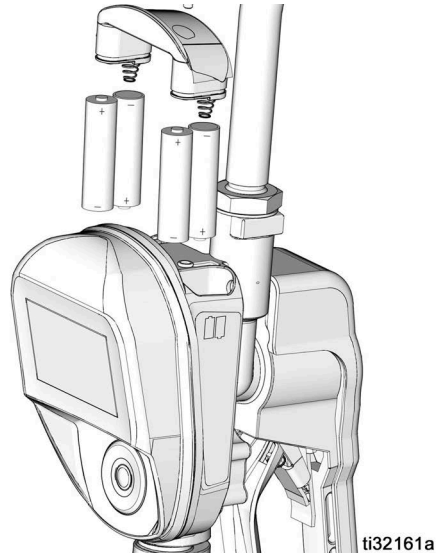

FIG. 48
- S'assurer de respecter la polarité correcte comme indiqué sur les étiquettes d'installation situées de chaque côté de la vanne de distribution dosée quand vous placez les piles dans le compartiment (FIG. 48).
4. Installer 4 nouvelles piles. Le sens d'installation des piles est indiqué sur les étiquettes de chaque côté du boîtier et sur la FIG. 48.